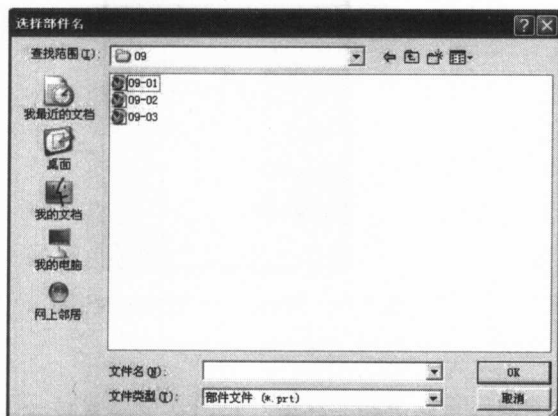

图 1-11 输入新组件名称对话框
选择对话框, 要求用户选择添加到该组件中的几何实体。在选择好几何实体以后, 系统弹出如图 1-11 所示对话框, 要求用户输入一个新组件的名称。
(1) 单击图标  或者单击菜单栏【装配】→【组件】→【添加现有的】, 系统弹出类选择对话框, 要求用户选择添加到该组件中的几何实体。然后单击【确定】按钮, 系统弹出如图 1-11 所示的对话框, 要求用户输入一个新组件的名称。